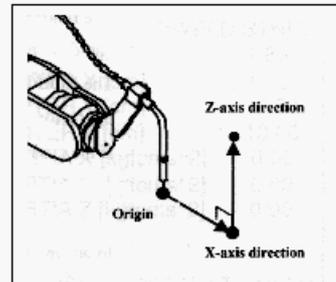

图4
7. 接下来设置TCP的X, Y的方向。将机器人的示教坐标系切换到通用坐标系。（见图4）